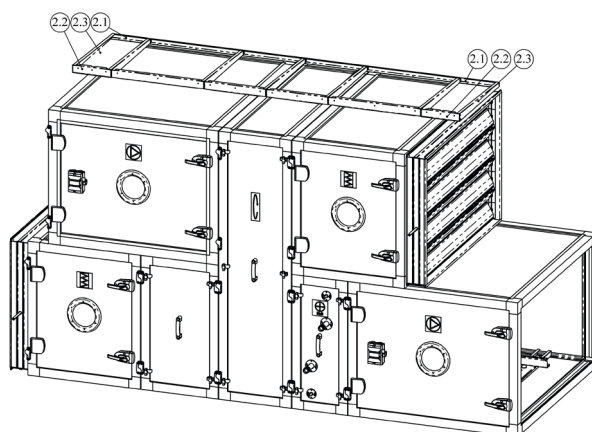

Abb. 5.2
3. Montieren Sie die hinteren Halter 2.1, 2.2 und 2.3, verbinden Sie sie mit selbstschneidenden Schrauben 4,8 x 19 DIN 7504K mit dem Rahmen und befestigen Sie sie mit selbstschneidenden Schrauben 4,8 x 19 DIN 7504K am Gerät, wie in Abbildung 5.2 gezeigt